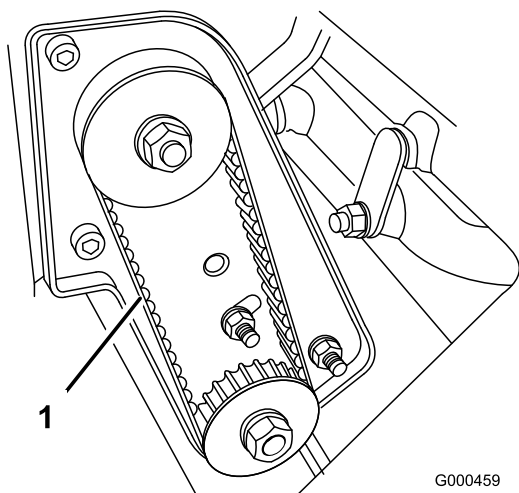

Figura 37
2. Compruebe la tensión presionando la correa (Figura 37) en el punto intermedio entre las poleas con una fuerza de $2 \pm 0,5$ kg. La correa debe desviarse 6 mm. Si la desviación no es la correcta, continúe con el paso siguiente.